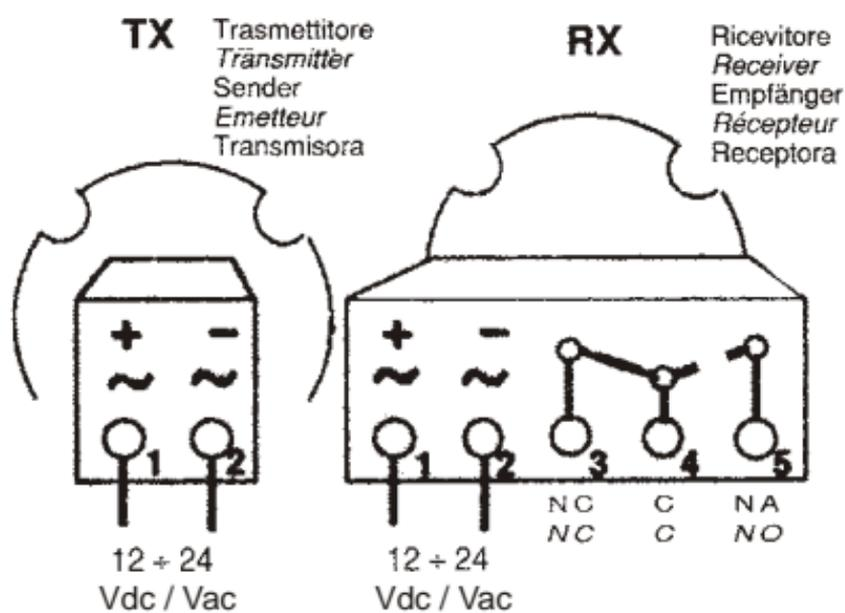

Fig.1
### 2.1 KLEMMENLEISTENPLAN (siehe Abb. 1)
- 3.2** Die Ansglußkabel (max 0,5mm2) and die Gehäuse heran verlegen und an die entsprechenden klemmenleisten des Empfängeres und es Senders anschließen (kabel so Kurz als möglich) (siehe Abb. 1).